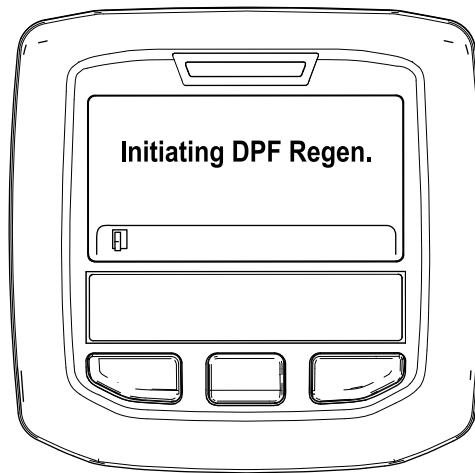

Figura 50
- A. Surge a mensagem "Initiating DPF Regen. (A iniciar Regen. DPF.) (Figura 50).